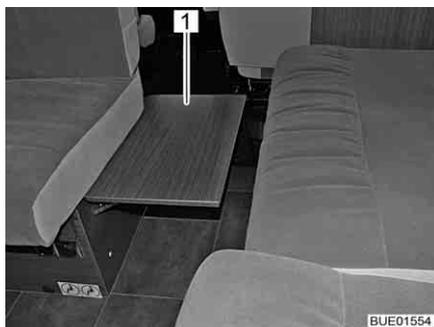

Fig. 98 Allargamento del sedile ribaltabile
- Ruotare verso l'alto e far innestare l'allargamento del sedile (Fig. 98,1) sul sedile anteriore.